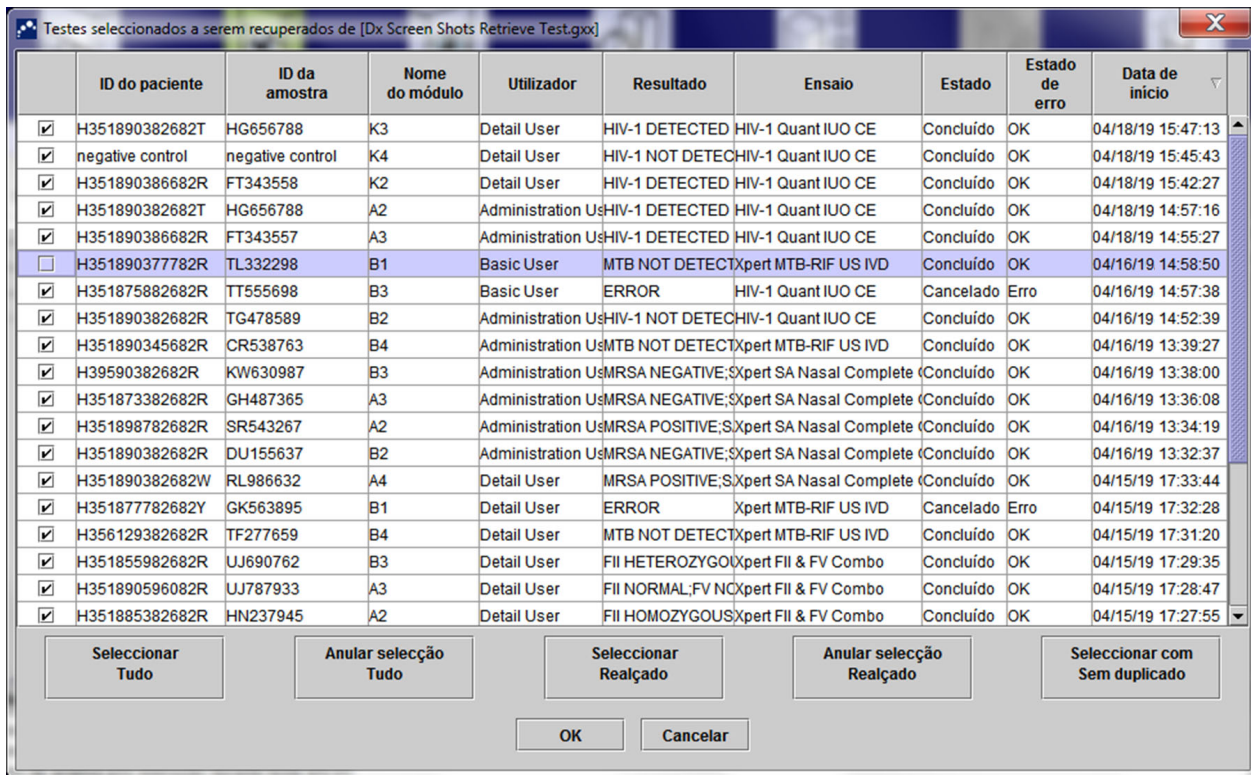

Figura 5-71. Caixa de diálogo Testes seleccionados a serem recuperados
3. É apresentada a caixa de diálogo Testes seleccionados a serem recuperados de (consulte a figura 5-71). Os testes já existentes na base de dados actual são apresentados em texto vermelho.